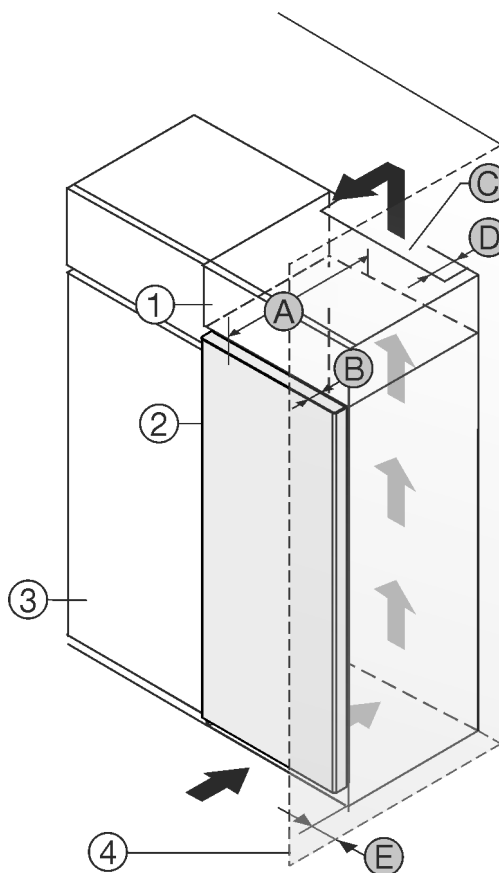

Fig. 1
Du kan plassere apparatet rett ved siden av kjøkkenskapet Fig. 1 (3)*
På baksiden av skapmodulen over enheten må det installeres en ventilasjonskanal med dybden Fig. 1 (D) over hele skapmodulens bredde.*
Ventilasjonsverrsnittet Fig. 1 (C) under taket i rommet må overholdes.*
Hvis apparatet plasseres med hengslene mot en vegg Fig. 1 (4), må avstanden mellom apparatet og veggen være minst 13 mm.*
Hvis apparatet plasseres med hengslene mot en vegg Fig. 1 (4), må avstanden mellom apparatet og veggen være minst 20 mm.*
For at du skal kunne åpne døren helt, må apparatet rage dør dybden Fig. 1 (B) lenger ut enn fronten på kjøkkenskapene. Avhengig av kjøkkenskapenes Fig. 1 (3) dybde og bruk av veggavstandsstykker kan enheten rage enda lengre ut.*